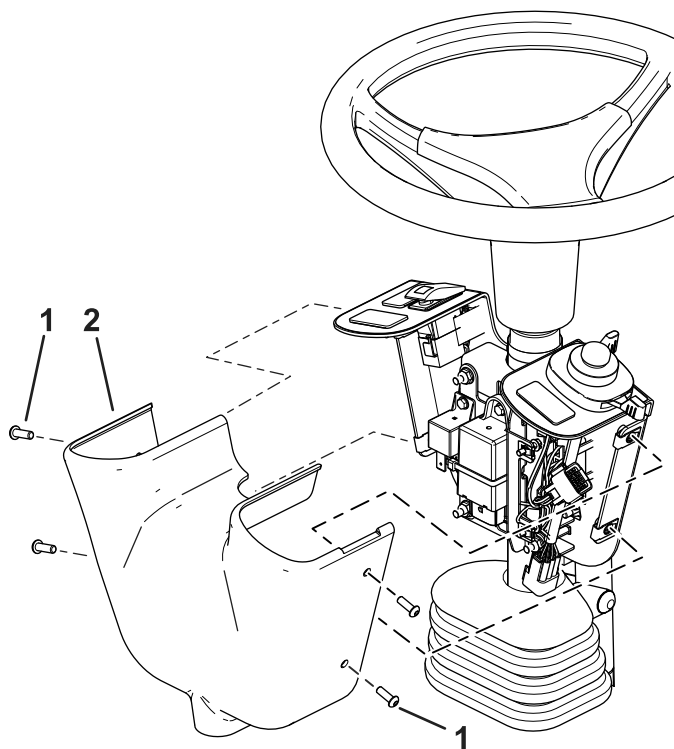

Рисунок 6
5. Снимите крышку органов управления (Рисунок 6).